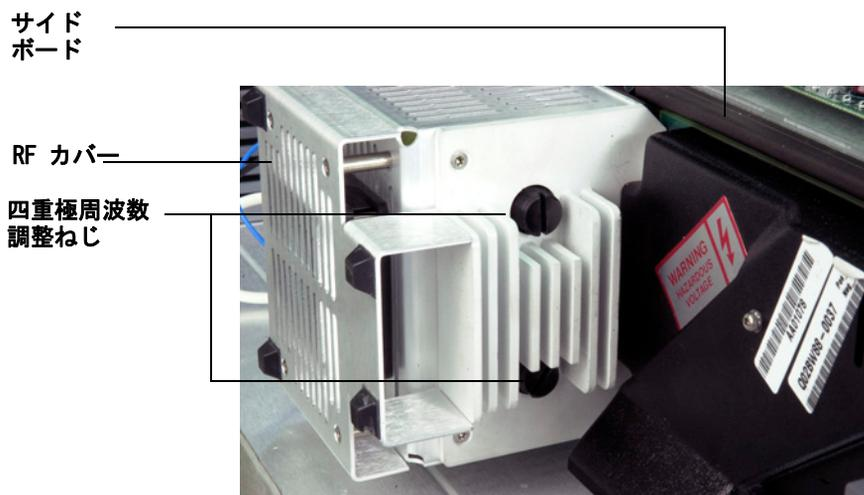

図 45 四重極周波数の調整
- 6 四重極周波数調整ねじをゆっくり回し、表示される電圧を最小にします (図 45)。